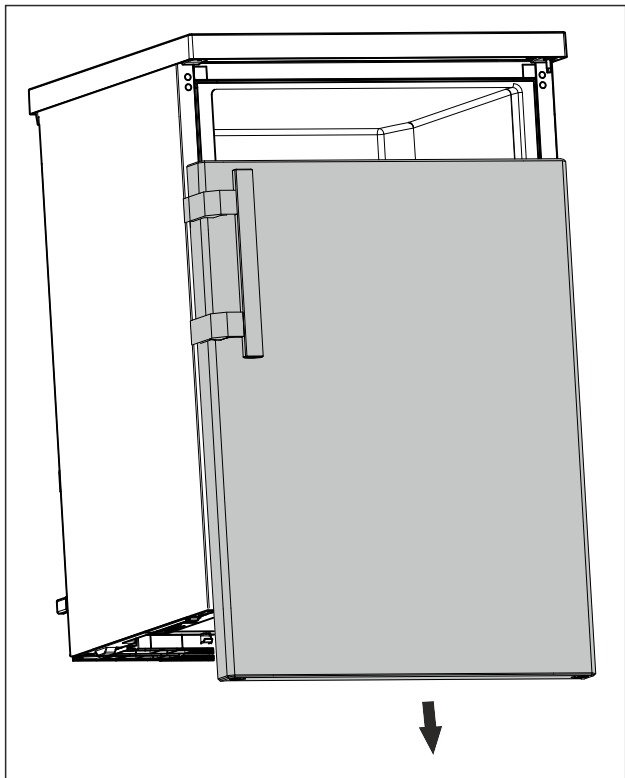

Fig. 16
- ▶ Noņemiet durvis virzienā uz leju. (skat. Fig. 16)